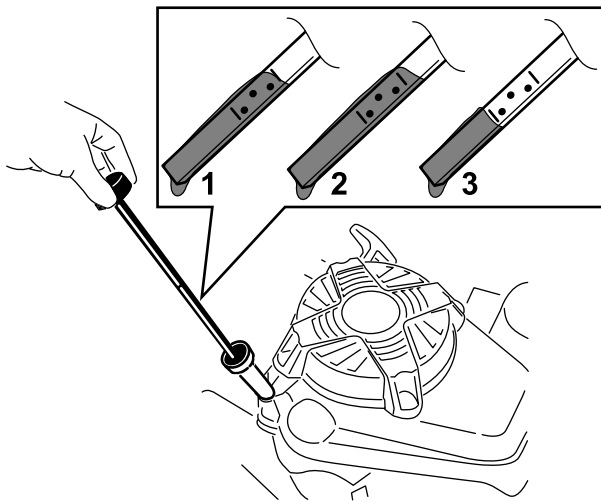

Figure 13
2. Tournez le bouchon dans le sens antihoraire et sortez la jauge (Figure 13).
5. Relevez le niveau d'huile indiqué sur la jauge (Figure 13).
- Si le niveau d'huile est trop bas (Figure 13), versez avec précaution une petite quantité d'huile détergente SAE 30 ou SAE 10W-30 dans le tube de remplissage, attendez 3 minutes puis répétez les opérations 3 à 5 jusqu'à ce que le niveau d'huile correct soit atteint. Pour connaître le type d'huile, voir Vidange de l'huile moteur (page 19).
- Si le niveau d'huile est trop élevé (Figure 13), vidangez l'excédent d'huile jusqu'à obtention du niveau d'huile correct sur la jauge ; voir Vidange de l'huile moteur (page 19).